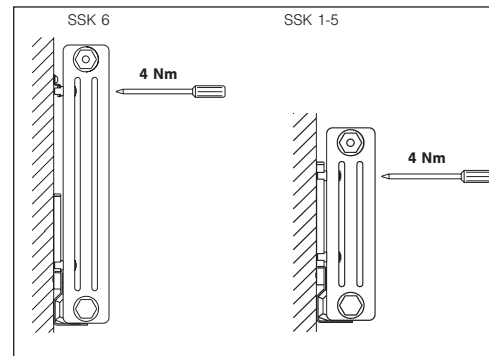

Abb. 5
D **Abb. 5, 6** Klemmhalter oben und unten mit Schraubendreher festsetzen. Beim Anschrauben mit dem Schraubendreher die Schraube (4) unter Federdruck eindrücken, damit das Klemmstück sich nicht verdreht.
GB **Fig. 5, 6** Tighten the clip holders in position at the top and bottom with a screwdriver. When screwing, press in the screw (4) under spring pressure so that the clamping piece does not turn.
F **Fig. 5, 6** Fixer les crapauds de fixation en haut et en bas avec un tournevis. Lors du vissage, comprimer la vis (4) avec le tournevis, de manière à ce que le crapaud de fixation ne se gauchisse pas.